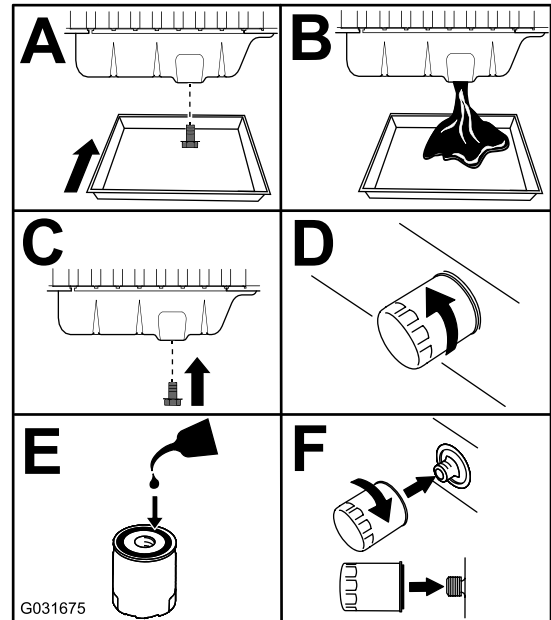

Figura 87
3. Cambie el aceite del motor y el filtro (**Figura 87**).